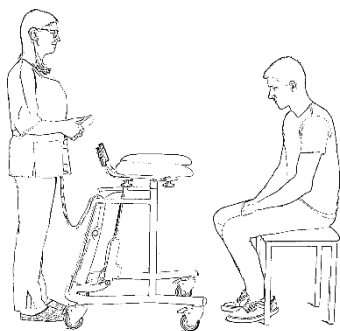

Fig. 1
- 3 Regolare la larghezza dei braccioli per un maggior comfort del paziente (vedere la Fig. 1).